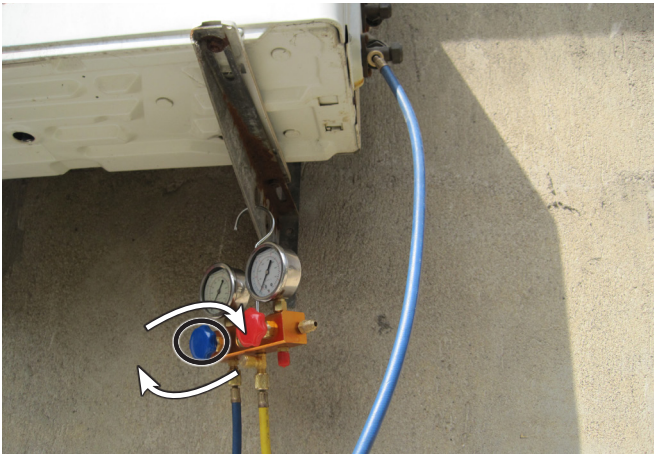

图 3-30 接好压力表
3) 气带用专用卡子安装到减压阀的管口，气带的另一端安装好压力表，将压力表阀门关闭，如图 3-30 所示。